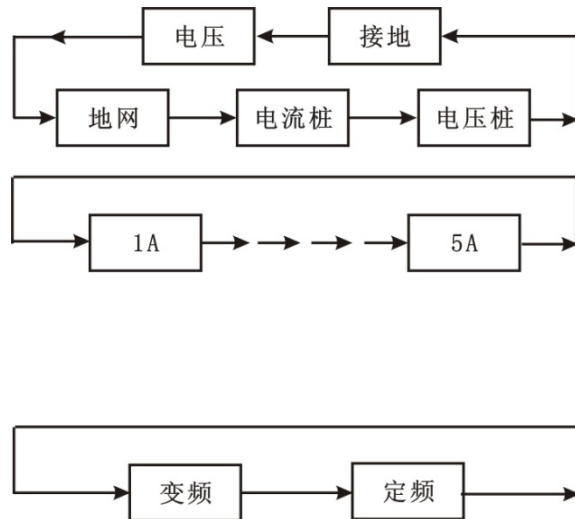

图 7 参数设定流程图
(3) 在光标当前所示项目，按▲、▼键可进行该项菜单的变更，并循环指示，流程见图 7 所示。
(4) 将菜单变更至与测试要求相对应后即可按选择键进行下个项目的选择。